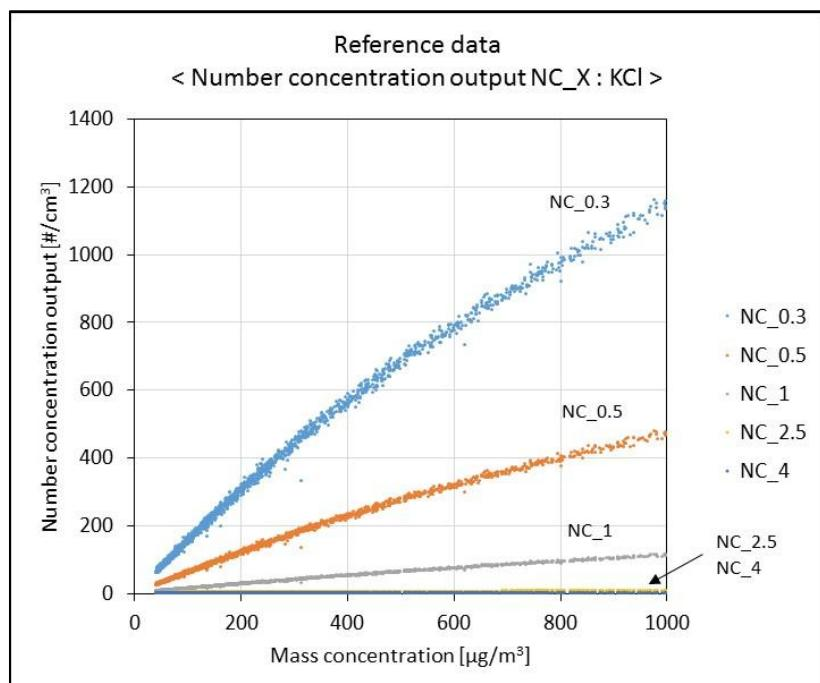

Fig. 15. 個数濃度出力 : KCl (Number concentration output : KCl)
- Fig. 15の個数濃度出力 (NC_X) のグラフについては、単位を [0.1個/cm³] から [個/cm³] に変換してプロットしています。
- In the graph of number concentration output (NC_X) in Fig. 15, the unit of measurement data is converted from [0.1 pcs/cm³] to [pcs/cm³].